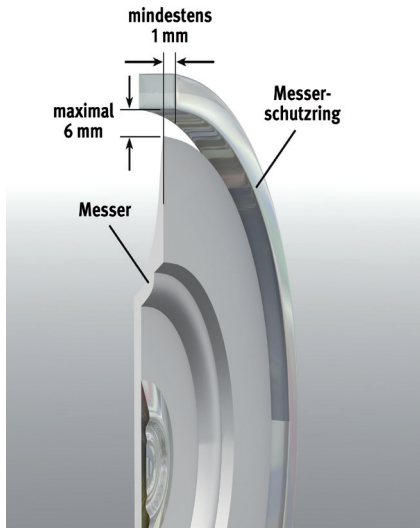

Abb. 3: Messerschutz ohne Rundmesserabdeckung (oder Messerabdeckung ohne Verriegelung)
Wenn keine Messerabdeckung angebracht ist oder wenn eine Messerabdeckung ohne Verriegelung (d. h. keine Abschaltung beim Entfernen der Abdeckung) vorhanden ist, darf der Abstand zwischen Messerschutzring und Messerschneide maximal 6 mm betragen (Abb. 3).
Das Segment des Messers, das zum Schneiden verwendet wird, darf zur Horizontalen maximal einen Öffnungswinkel von 60° aufweisen (Abb. 6). Der Messerschutzring muss mindestens 1 mm in Schlittenrichtung über die Messerschneide überstehen (in Richtung Schlitten), um ein Abdecken der Messerschneide zu gewährleisten (Abb. 3 und 4).
- bei allen anderen Aufschnittschneidemaschinen sind es maximal 6 mm (Abb. 3).